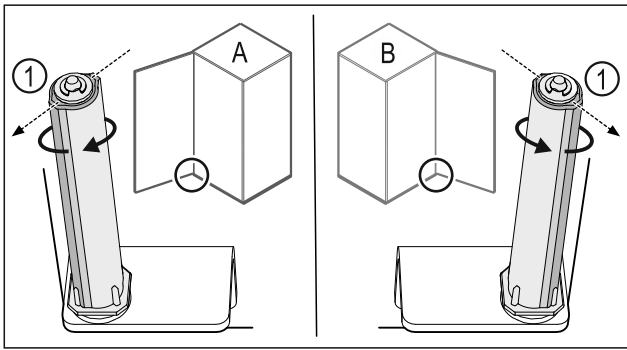

Fig. 31 Butée à gauche (A) / butée à droite (B)
- Tourner le système de fermeture contre la résistance jusqu'à ce que son arête Fig. 31 (1) pointe vers l'extérieur.